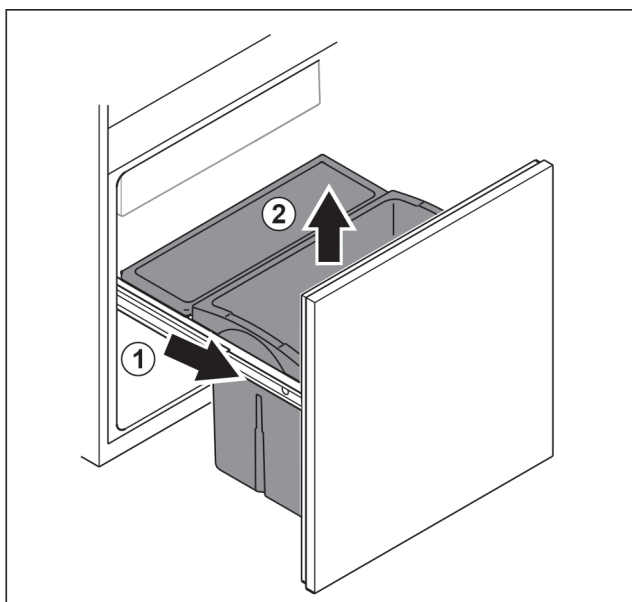

Fig. 105
- Uitschuifwagen tot de aanslag eruit trekken. Fig. 105 (1)
- Lade naar boven toe verwijderen. Fig. 105 (2)